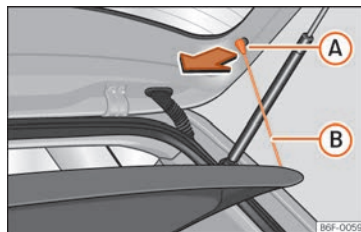

Fig. 161 En el maletero: desmontar y montar la bandeja.
- Desenganche los tirantes de sujeción »» fig. 161 (B) de los alojamientos (A).
- Enganche los tirantes de sujeción »» fig. 161 B en el portón trasero.